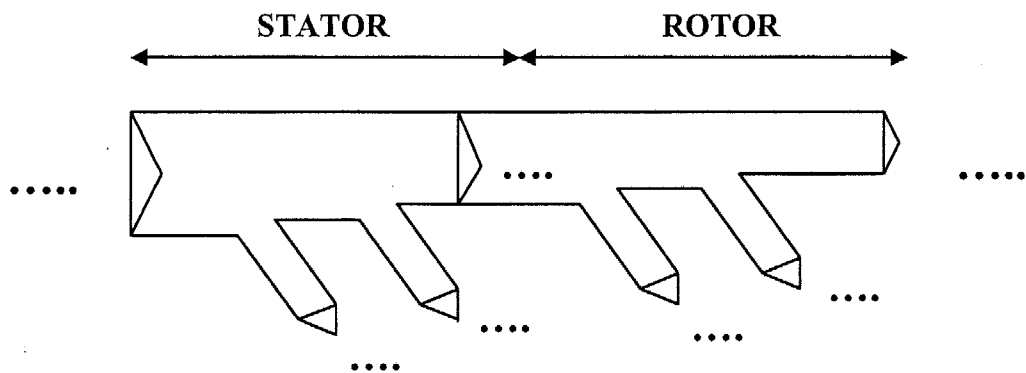

Figure 1
- 2.1. Compléter le schéma de la figure 1 du document réponse n°1 page 5, schéma représentant le bilan de puissance du moteur asynchrone, en indiquant la nature des différentes puissances.
- 1.1 Déterminer les valeurs f_2 et f_3 de la fréquence d'alimentation qui correspondent respectivement aux deux courbes tracées à gauche de la caractéristique à la fréquence $f_1 = 50$ Hz sur la figure 1.